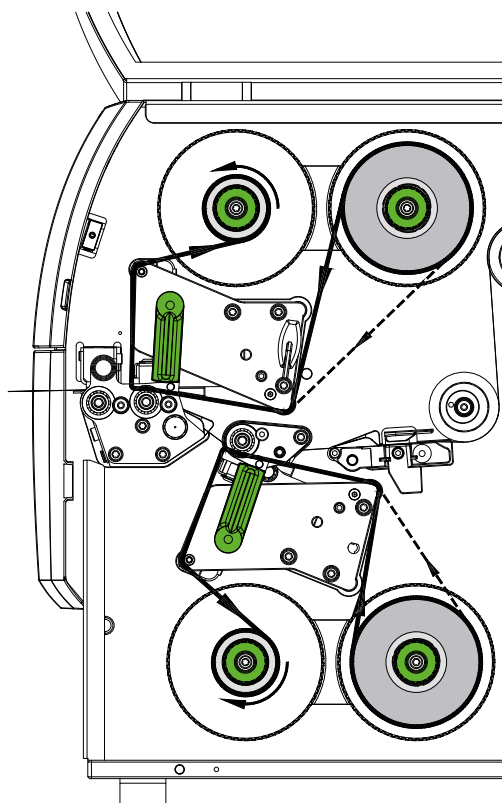

Figura 18 Curso da fita de transferência
6. Inserir o núcleo adequado (4) no enrolador de fita (5) e posicioná-lo e fixá-lo da mesma maneira que o rolo da fita.
7. Passar a fita pelo mecanismo de impressão, tal como ilustrado na figura 18. A linha contínua aplica-se a películas com um lado de revestimento enrolado interior e a linha tracejada aplica-se a películas com um lado de revestimento enrolado exterior.
8. Fixar o início da fita centralmente no núcleo da fita de transferência (4) com fita cola. Observar o sentido de rotação do enrolador da fita no sentido contrário ao dos ponteiros do relógio.
9. Rodar o enrolador da fita (5) no sentido contrário ao dos ponteiros do relógio, para alisar o curso da fita.
10. Rodar a alavanca (6) no sentido dos ponteiros do relógio, para bloquear a cabeça de impressão.
11. Abrir a aba (8) e inserir a fita na unidade de impressão inferior (7) da mesma maneira.